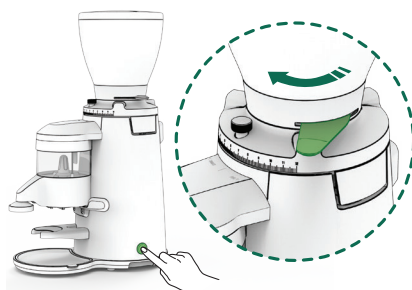

Fig. 4
Enchufar el aparato a la red, apretar el interruptor general de puesta en marcha (7) en la posición ON, y abrir el obturador de café en grano (4) para permitir el paso del café a la cámara de molienda (Fig. 4).